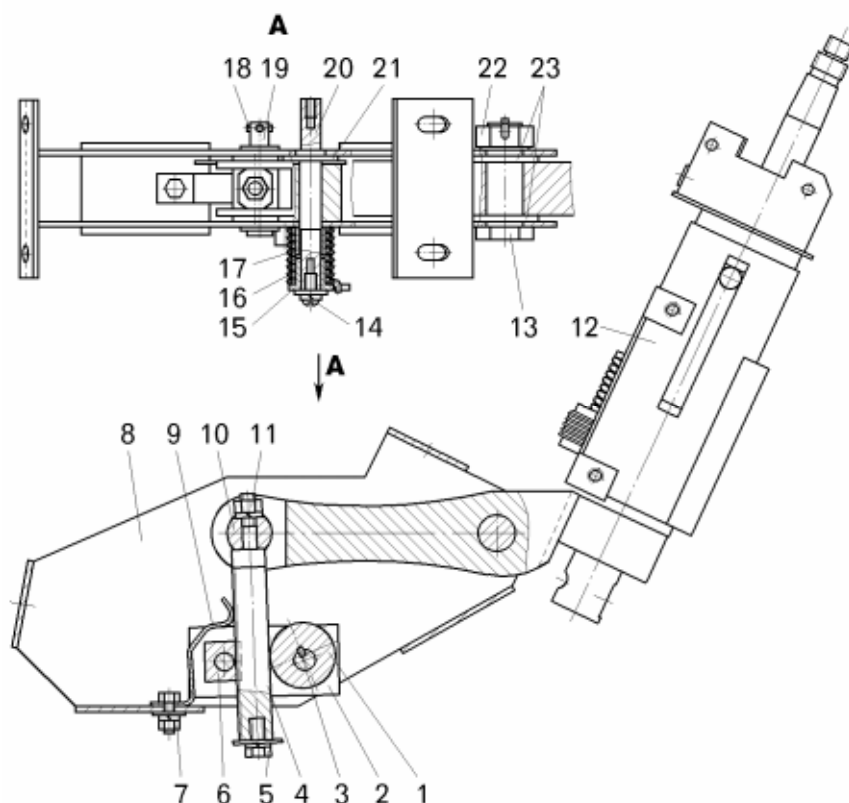

Рисунок 9.2 – Рулевая колонка с кронштейном:
- расшплинтовать и отвернуть гайку 22 (рисунок 9.2) на оси 13;
- отвернуть гайку 11 (смотри рисунок 9.2) штока 4;